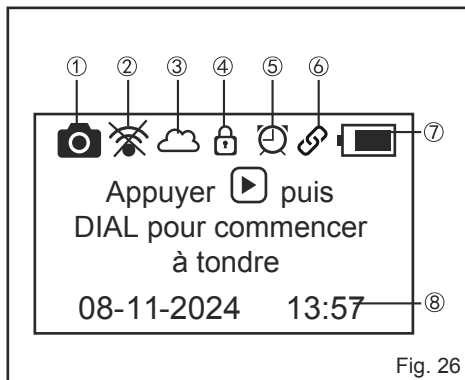

Fig. 26
- Placez la tondeuse sur la station de base. Assurez-vous que les bandes de charge de la tondeuse sont entièrement connectées à la bande de contact de la station de base (Fig. 24). La tondeuse commence automatiquement l'initialisation (Fig. 25). Ce processus dure environ 15 secondes. La tondeuse émet deux bips et l'écran LCD affiche l'écran principal (Fig. 26).
ÉCRAN PRINCIPAL (FIG. 26)